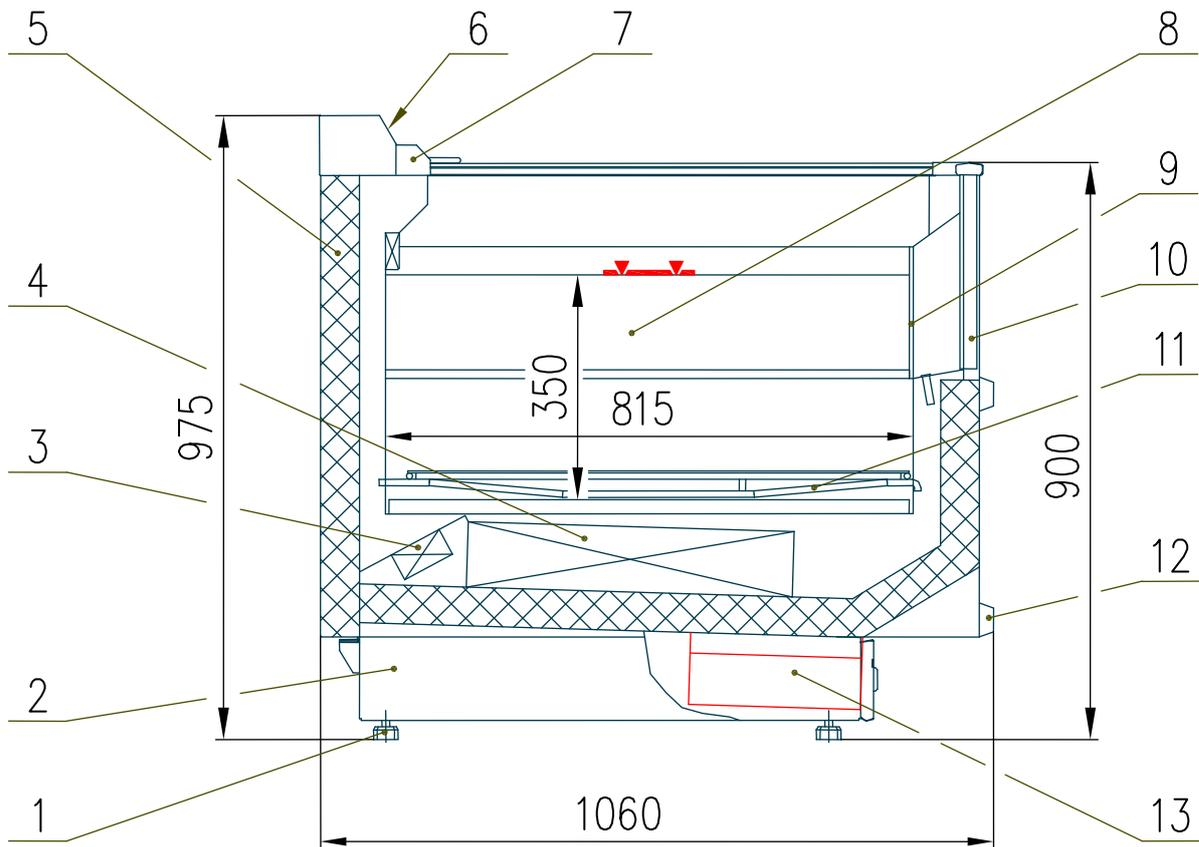
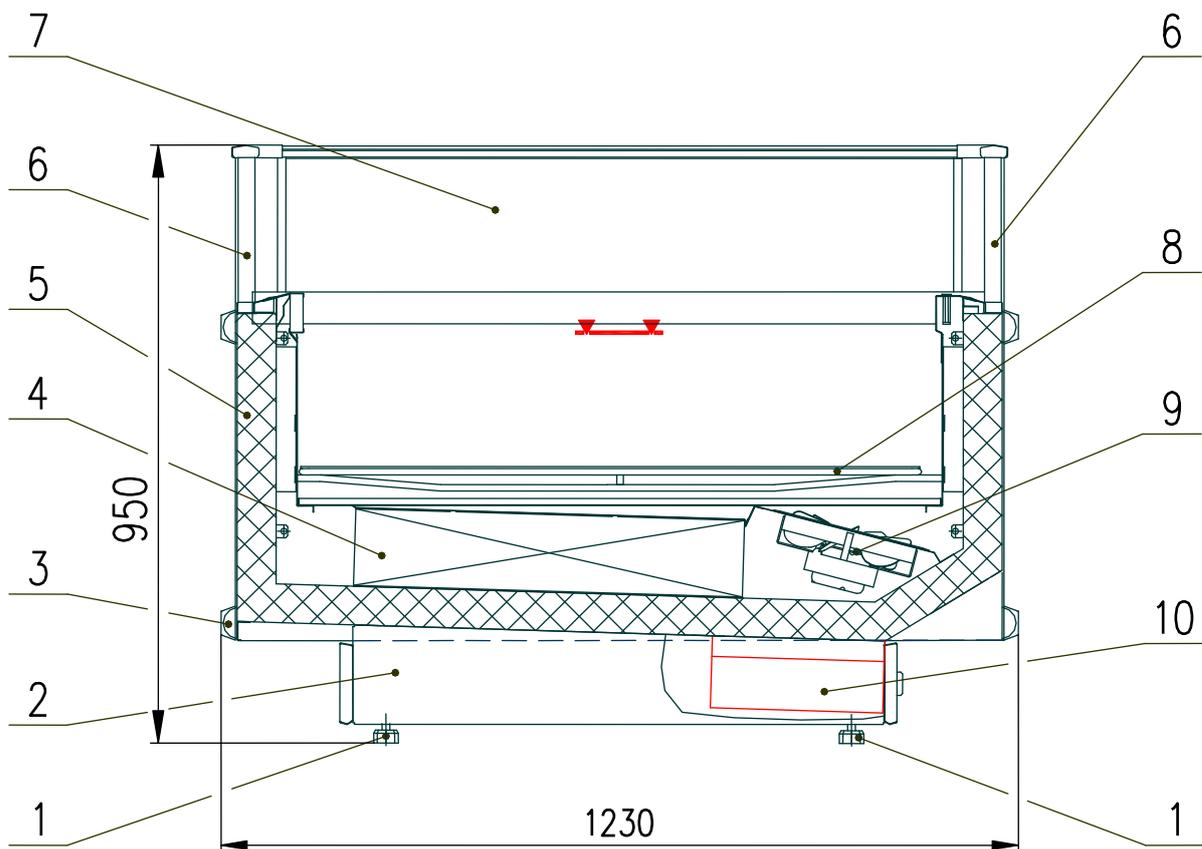

Рис. 1. Схема витрины «НЕМИГА» 187БТ ВН:
Рис. 2. Схема витрины «НЕМИГА» 250Б ВН, «НЕМИГА» 375Б ВН:
Витрина «НЕМИГА» Б ВН состоит из корпуса, подставки, боковых панелей (левой и правой), холодильной и электрической систем (см. рис. 1, рис. 2).
- Электрическая система включает в себя блок управления, нагревательные элементы (для электрической оттайки испарителя и подогрева стеклопакетов) и панель вентиляторов. В блоке управления, расположенном в подставке витрины, находятся: защитные автоматические выключатели, выключатель питания, электронный регулятор (контроллер) и элементы силового электрооборудования (см. рис. 2).